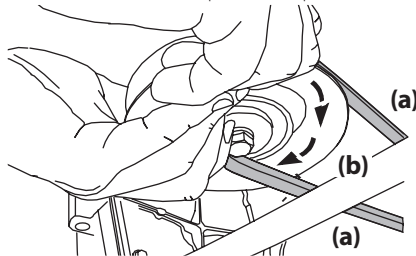

Figure 46
- Maintenez la courroie de la prise de force (a) vers le bas et continuez de tourner la poulie de la prise de force (b) jusqu'à ce que la courroie de la prise de force (a) soit complètement dégagée de la poulie de la prise de force (b). Voir Figure 46.
- Tenez la courroie de la prise de force et la poulie, puis tournez la poulie vers la gauche. Voir Figure 46. Continuez à tenir et à tourner la poulie et la courroie de la prise de force jusqu'à ce que la courroie soit complètement enroulée autour de la poulie de la prise de force.